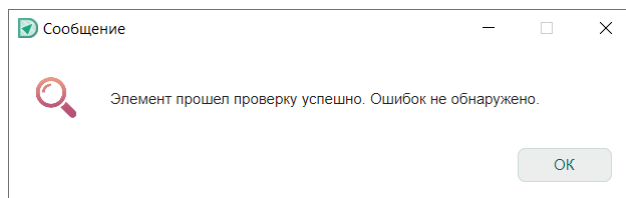

Рис. 15 Системное сообщение об отсутствии ошибок
4. Дождитесь окончания проверки, см. Рис. 15.